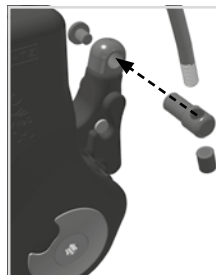

Fig. 7
- 2 Sett kabeltrekkholderen (4) i hullet for festet til kabeltrekkholderen (fig. 7).
- 3 Fest kabeltrekkholderen med linseskruen (1). Sikre linseskruen med LOCTITE® 243 (medium strength).
- 4 Fest gjengehylsen (5) på kabeltrekket (3).